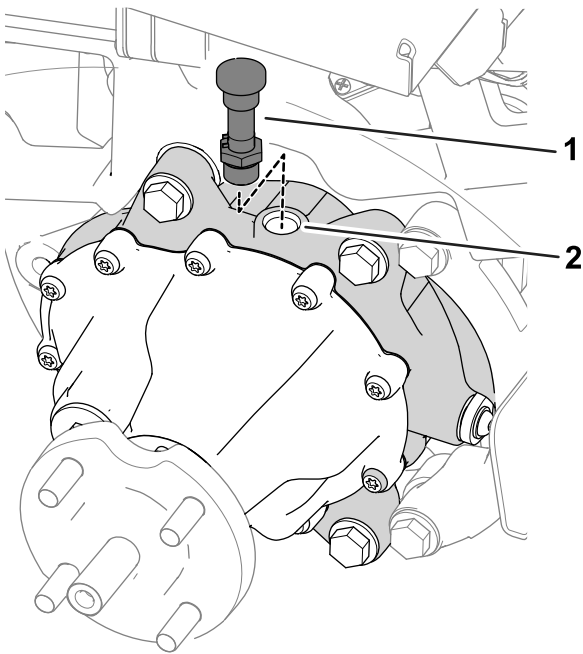

Рисунок 50
7. Снимите вентиляционный шланг и штуцер с верхней части редуктора (Рисунок 50).
9. Установите вентиляционный шланг и штуцер в заливное отверстие (Рисунок 50).